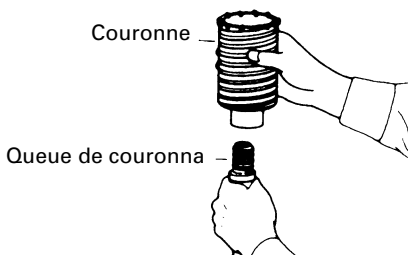

Fig. 10
- (1) Monter la couronne sur la queue de couronne. (Fig. 10)